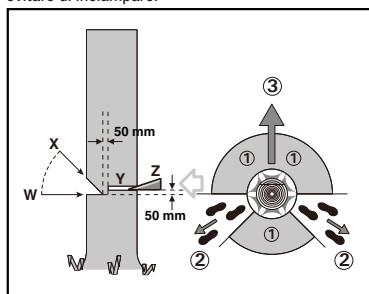

Figura 1
Prima di iniziare l'operazione di abbattimento di un albero si deve predisporre una via di fuga che sia agevole in caso d'emergenza e, se necessario, se ne dovrà preparare una. La via di fuga deve essere tracciata alle spalle dell'operatore e diagonalmente rispetto alla linea di caduta dell'albero, come illustrato nella Figura 1.
Praticare un intaglio pari a 1/3 del diametro, come illustrato nella Figura 1. Eseguire prima l'intaglio a tacche inferiore orizzontale (W). Questa procedura consente di evitare che la catena della sega oppure il binario di guida possano imanare incastri quando ci si accinge ad eseguire il secondo intaglio a tacche (X).
Praticare il taglio di abbattimento almeno (Y) 50 mm sopra l'intaglio direzionale orizzontale, come illustrato nella Figura 1. Eseguire il taglio di abbattimento in posizione parallela rispetto all'intaglio a tacche orizzontale. Eseguire il taglio di abbattimento con una profondità tale da far rimanere soltanto una striscia ritagliata (striscia di abbattimento) che possa fungere da cerniera. La striscia ritagliata ha la funzione di impedire che l'albero possa girare su se stesso e cadere nella direzione sbagliata. Non